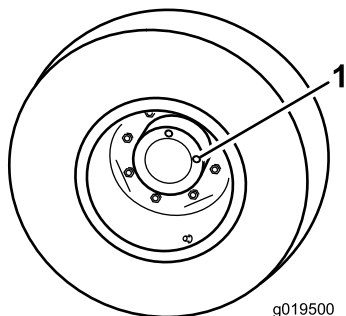

Figura 65
1. Com a máquina numa superfície nivelada, posicione a roda de forma a que 1 tampão de verificação (Figura 65) fique na posição das 12 horas e o outro na das 3 horas.
2. Retire o tampão da posição das 3 horas (Figura 65).